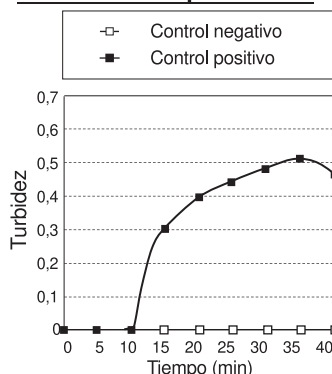

Fig. 1: Gráficas de amplificación correspondientes a los controles.
- (1) Configure el turbidímetro en tiempo real HumaTurb C+A para la detección con este producto.
- (2) Compruebe si la temperatura mostrada en la pantalla alcanza los 67,0 °C (deje que el turbidímetro se caliente durante 20 minutos antes de utilizarlo).
- (3) Coloque los tubos de reacción e inicie el análisis.
- (4) Observe la pantalla del turbidímetro para comprobar si los controles positivo y negativo presentan un aumento de la turbidez. Si la turbidez aumenta en el control positivo, pero no en el control negativo, la reacción de amplificación está teniendo lugar correctamente (Fig. 1). Si no es así, la reacción de amplificación podría estar teniendo lugar de manera incorrecta. Si este fuera el caso, vuelva a analizar las muestras afectadas.
- (5) Confirme la finalización de la inactivación de la polimerasa (completada automáticamente por el turbidímetro). Retire todos los tubos de reacción del turbidímetro en tiempo real HumaTurb C+A y deséchelos sin abrirlos.
Una vez se haya confirmado que la turbidez aumenta en el control positivo, pero no en el control negativo, evalúe las muestras atendiendo a los siguientes criterios (Figs. 1 y 2).